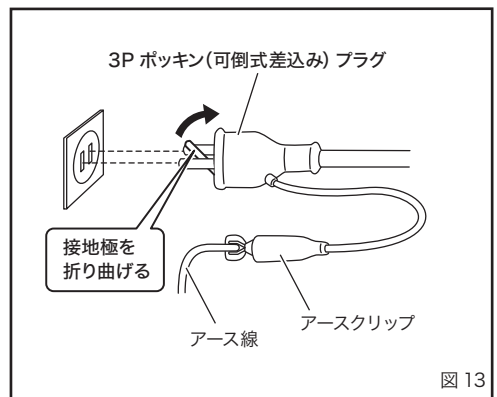

図 13
7. 使用する電源について (図 13)
- ・ アースは、接地極のある電源コンセントに 3P ポッキンプラグ (接地極付プラグ) を差し込んで行ってください。接地極のない電源コンセントに接続するときは、接地極を折り曲げて電源コンセントに差し込み、アースクリップを使用してください。(図 13)